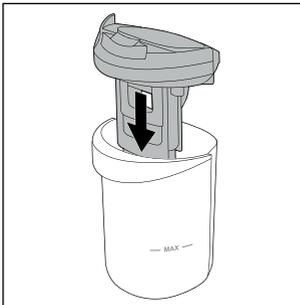

Fig. 29
- ◆ Vuelva a colocar la tapa del depósito de agua sucia **9** en el depósito de agua sucia **2** (consulte la fig. 29).